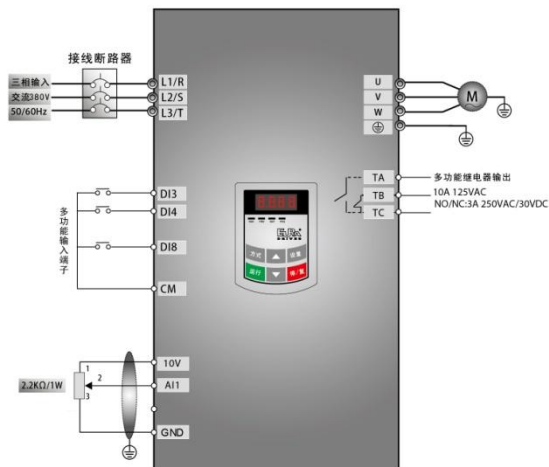

图 5-9 接线图 3
- (1) 按图 5-9 布线，检查接线正确后，合上空气开关，变频器上电。注意：外部模拟信号设定电位器可选择 2K~5K 电位器。对于精度要求高的场合请选用精密多圈电位器，接线使用屏蔽线，屏蔽层近端可靠接地。